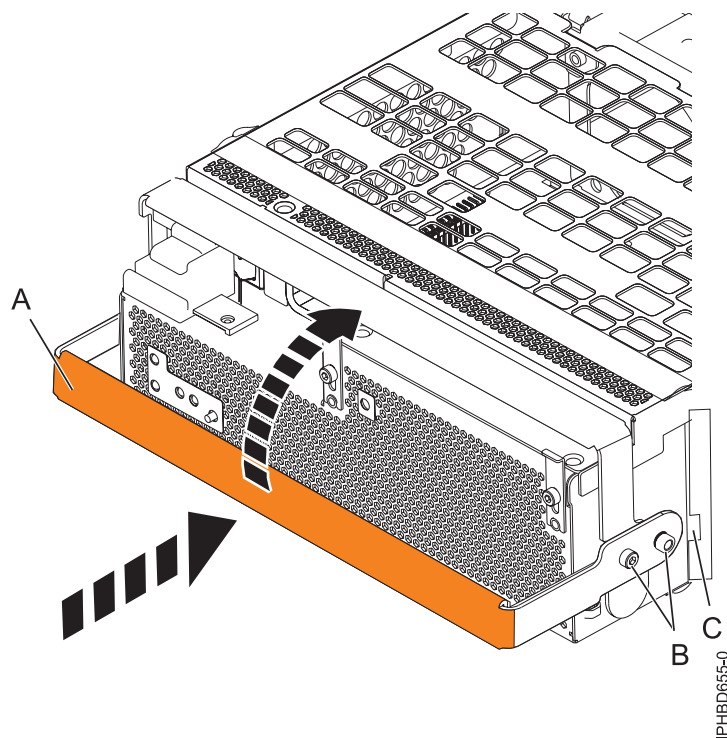

Figura 49. Substitució d'una font d'alimentació
11. Per substituir la font d'alimentació, amb la nansa de bloqueig (A) en posició oberta, empenyeu la font d'alimentació dins la unitat d'expansió com es mostra a la Figura 49 a la pàgina 62.
12. Tanqueu la nansa de bloqueig (A) fins que la font d'alimentació quedi fixada en la seva posició.